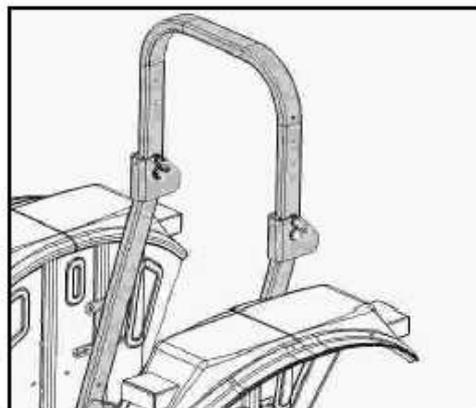
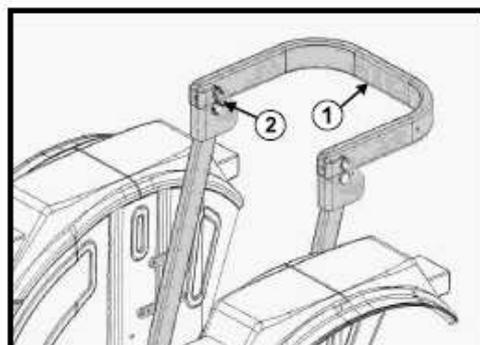

Fig. 4-38
Fig. 4-39
O trator está equipado com aro de segurança (ROPS - roll over protection safety structure) (Fig.4-38) montado por trás do assento do condutor e aprovado de acordo com as normas em vigor OECD e EEC. O aro de segurança é formada por duas partes, uma superior e uma inferior, que são aparafusadas juntas.
O trator só deve ser usado com o aro de segurança na posição vertical (Fig. 4-38).
Se o trator tiver de passar por locais baixos, ou tiver de ser lá estacionado para fazer a manutenção e a parte de cima do aro de segurança for rebatida, lembre-se de que não existe suficiente proteção para o condutor do trator e que o mesmo pode sofrer danos sérios. Lembre-se de que após o uso em locais baixos, é absolutamente necessário voltar a colocar o aro de segurança na posição vertical (Fig. 4-38) antes de continuar qualquer trabalho.
Adote o seguinte procedimento, se for essencial rebater o aro de segurança, pelas razões supra mencionadas (Fig. 4-38 e Fig. 4-39):
- Remova as cavilhas de fixação (2).
- Rebata o aro de segurança (1) até assentar no batente.
- Coloque as respetivas cavilhas de fixação (2) e respetivas porcas, conforme ilustrado.
- Antes de voltar a usar o trator, coloque o aro de segurança (1) de novo na posição vertical (Fig. 4-38), efetuando a operação descrita acima, mas na ordem inversa. Coloque as cavilhas de fixação, para evitar que a estrutura se desaperte.